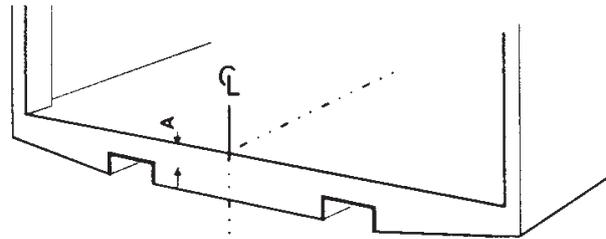

Abbildung 26. Mittelpunkt an der Hecktraverse des Fahrzeugs ausmessen und markieren.
1. Mittelpunkt an der Hecktraverse des Fahrzeugs ausmessen und markieren. Siehe Abbildung 26.